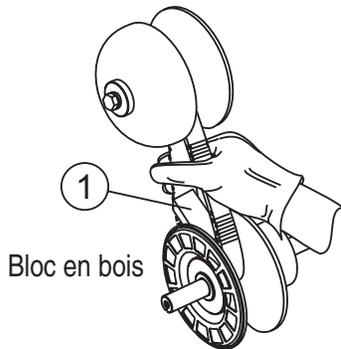

Figure 19. Poulie inférieure maintenue ouverte
3. **Introduire** le bloc de 19 x 25,4 x 82,6 mm (0,75 x 1 x 3,25 po) entre la face mobile et la face fixe de la poulie d'entraînement inférieure. Voir la figure 19. Ce bloc aidera à garder les faces de la poulie d'entraînement inférieure ouvertes pendant l'installation de la nouvelle courroie d'entraînement.